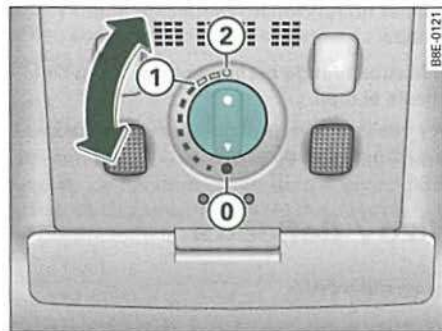

Fig. 59 Detalle del revestimiento del techo: Mando giratorio para el techo corredizo/deflector
El techo corredizo / deflector se maneja con el mando giratorio ⇒ *página 68*, fig. 59. El mando giratorio se puede ajustar a diferentes niveles de encastre para levantar o correr el techo y sólo funciona con el encendido conectado. La posición de techo deflector sólo se puede ajustar en la posición del mando giratorio .
- Gire el mando hasta la posición ① ⇒ fig. 59 hasta que encastre de un modo perceptible. El techo se abrirá únicamente hasta alcanzar la posición de confort, en la cual el ruido del viento no molesta.
- Gire el mando a la posición ③ ⇒ fig. 59 para cerrar el techo ⇒ ⚠.
- Gire el mando a la posición de partida ① ⇒ *página 68*, fig. 59.